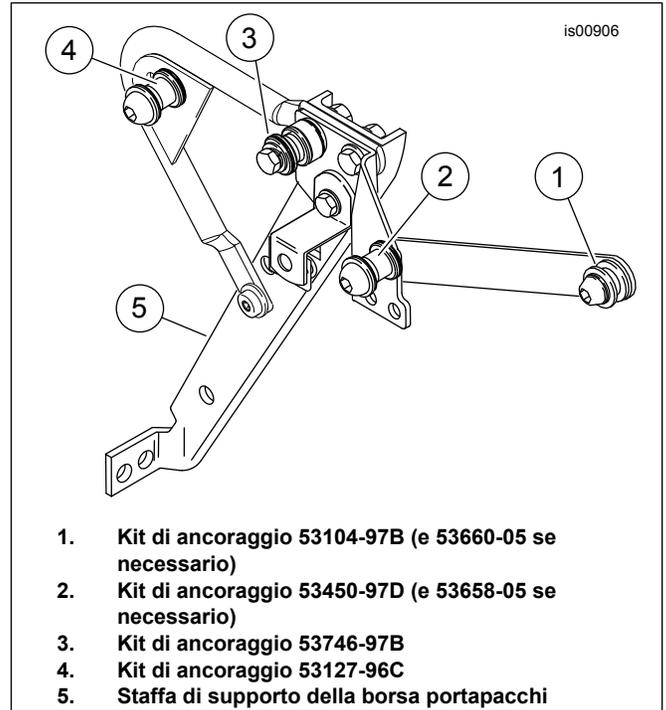

**Figura 4. Allineamento corretto della chiusura nel punto di ancoraggio del lato destro (visto da dietro)**
8. Vedere la Figura 4, la Tabella 1 e la Figura 6 o la Figura 7. Collocare una rondella (6) sulla filettatura di una vite a testa bombata (4), presa da **questo** kit. Collocare un punto di ancoraggio (3), orientato come illustrato sulla filettatura della vite, seguito da un distanziale (8).
9. Per i modelli dal **1994 e fino a tutto il 1996**, inserire la vite attraverso il foro in posizione più arretrata (H) nella staffa di montaggio (1) come illustrato. Per i modelli dal **1997 in poi**, inserire la vite attraverso il foro in posizione più avanzata (H) nella staffa di montaggio (1) come illustrato. Inserire la filettatura della vite attraverso il foro più grande nella staffa 53805-99 (elemento K, parte del kit del portabagagli o dell'alzata dello schienalino) e avvitare senza stringere con un controdado (7). Lasciare il controdado leggermente allentato per la regolazione del punto di ancoraggio nella prossima fase.